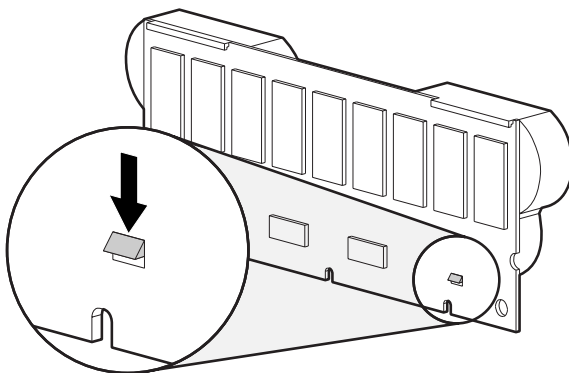

Figura 4: Fermaglio inferiore della batteria
1. Premere il fermaglio inferiore della batteria fissato vicino all'angolo inferiore del modulo. Vedere la Figura 4.